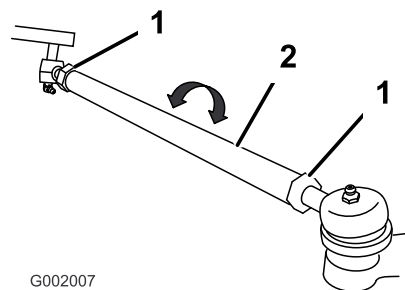

Figure 48
- Si les mesures sont hors spécifications, desserrez les écrous de blocage aux deux extrémités des biellettes (Figure 48).